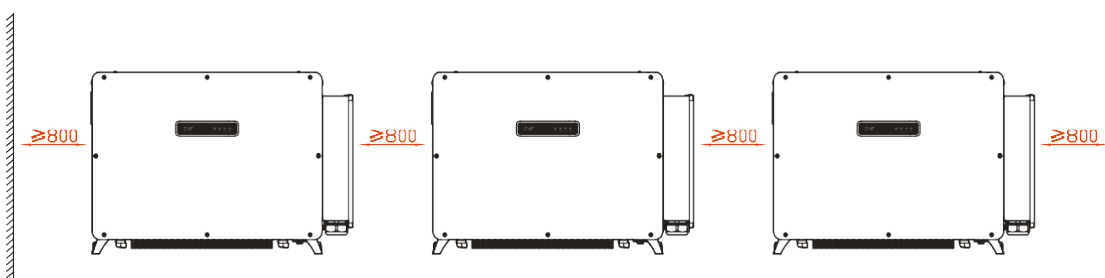

Figura 3-5 Requisitos de espaço de instalação de vários inversores (unidade: mm)
- Quando vários inversores são instalados lado a lado, uma certa distância deve ser reservada entre eles, como mostrado na Figura 3-5.